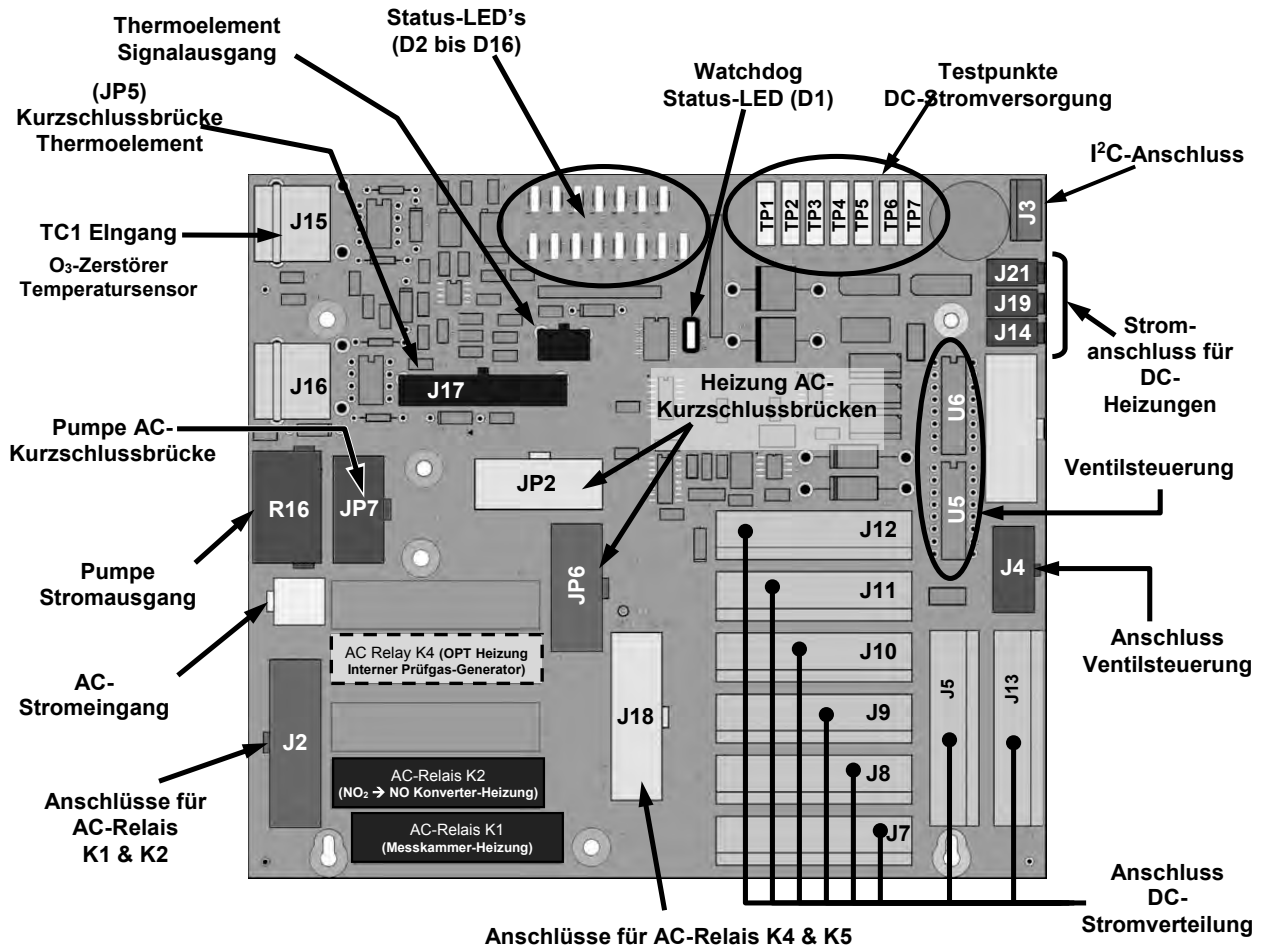

Abbildung 6-15 Relais-Platine Layout (P/N 045230100)
Die CPU gibt Befehle über eine Reihe von Relais und Schalter (auch über den I²C-Bus), die sich auf einer separaten Platine befinden (genannt Relais-Platine, siehe Abbildung 6-15) aus, um die Funktionen der wichtigen elektromechanischen Bauteile wie Heizungen und Ventile zu steuern. Die Relais-Platine erhält Anweisungen in Form von digitalen Signalen über den I²C-Bus, interpretiert diese digitalen Anweisungen und aktiviert entsprechend verschiedene Schalter und Relais.
- TC2 (J16) wird momentan nicht verwendet (siehe Abbildung 6-15 für J15 und J16).